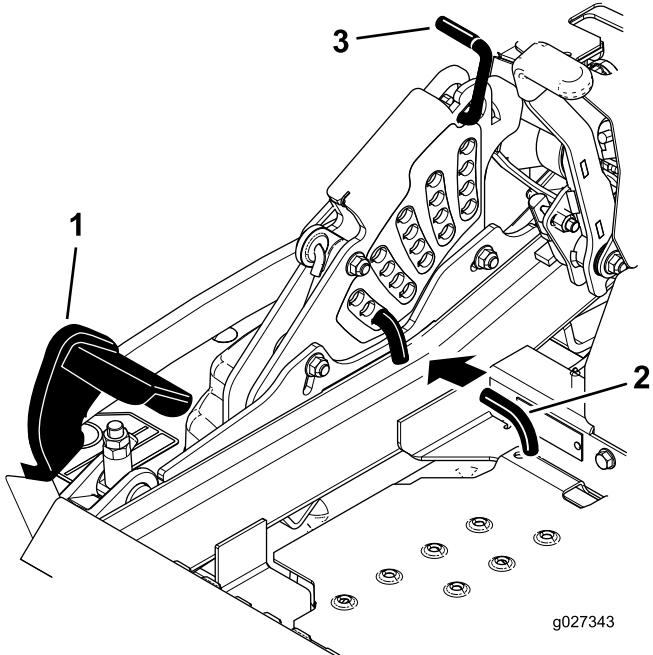

Figura 25
- Pise el pedal de elevación de la carcasa y eleve la carcasa a la posición de transporte (que es también la posición de altura de corte de 140 mm (5½")); consulte Figura 25.
- Para ajustar la altura de corte, gire el pasador 90 grados y retire el pasador del soporte de altura de corte (Figura 25).
- Seleccione el taladro del soporte de altura de corte que corresponde a la altura de corte deseada, e inserte el pasador (Figura 25).